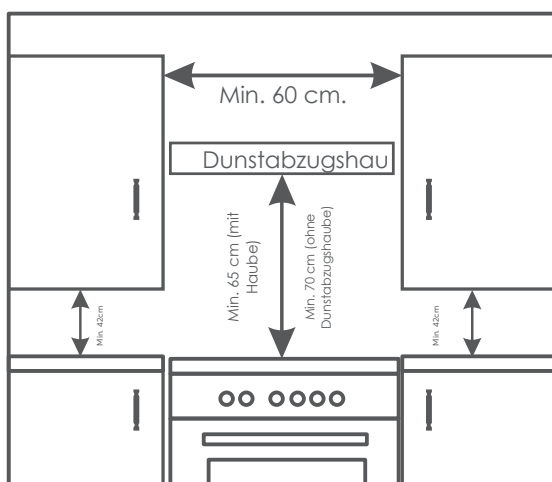

Abbildung 1
- d) Installieren Sie die Hängeschränke neben der Dunstabzugshaube in einem Mindestabstand von 42 cm zu den Kochfeldern, wie in Abbildung 1 angegeben.
- f) Sollte der Herd unter einem Wandschrank installiert werden, muss dieser mindestens 70 cm von den Kochfeldern entfernt sein, wie in Abbildung 1 dargestellt.
- g) Der Ausschnitt für den Herdschrank muss die in Abbildung 1 angegebenen Maße haben.